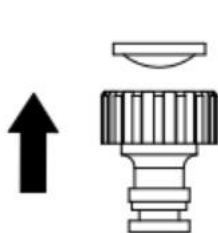

Fig.13
- Retire el adaptador de la manguera para obtener la pantalla del filtro. (Vea la Fig. 13) Enjuáguelo con agua limpia antes de volver a montarlo.